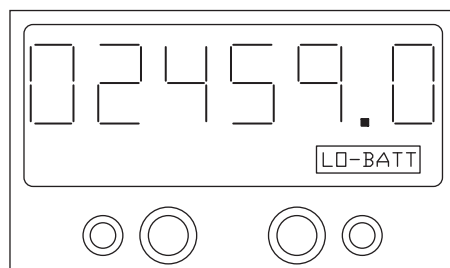

Figura 6 - Pilas
Cuando las pilas requieren cambio, el icono de **LO-BATT** (pilas bajas) aparece en la pantalla. Se requieren dos (2) pilas de tamaño AAA. Vea la Figura 6.